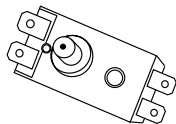

Рис. 8
– нажать до щелчка кнопку, расположенную по центру термовыключателя, рис. 8;